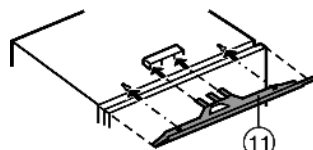

Fig. 11
- ▶ Opvulstrook Fig. 11 (11) in het midden op het apparaat monteren: in de opname schuiven en in de sleutelgaten inhaken.